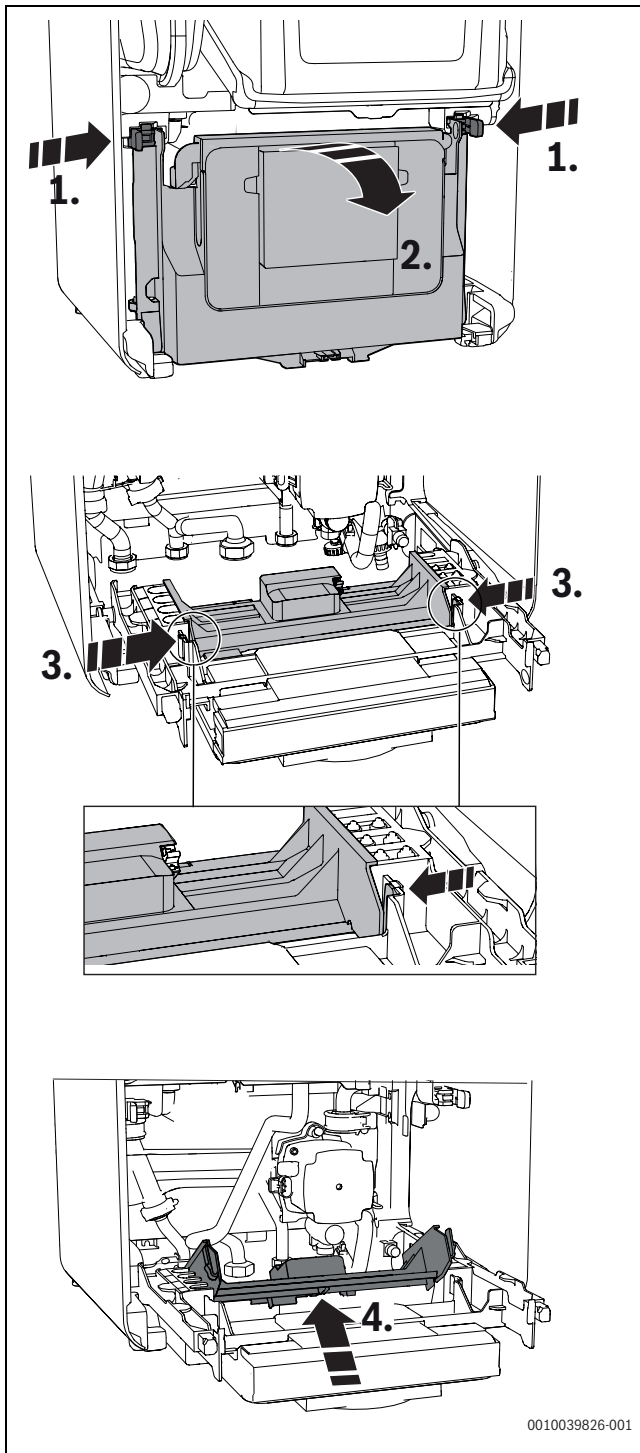

Bild 41 Steuergerät öffnen
- ▶ Steuergerät nach unten klappen (→ Bild 41).